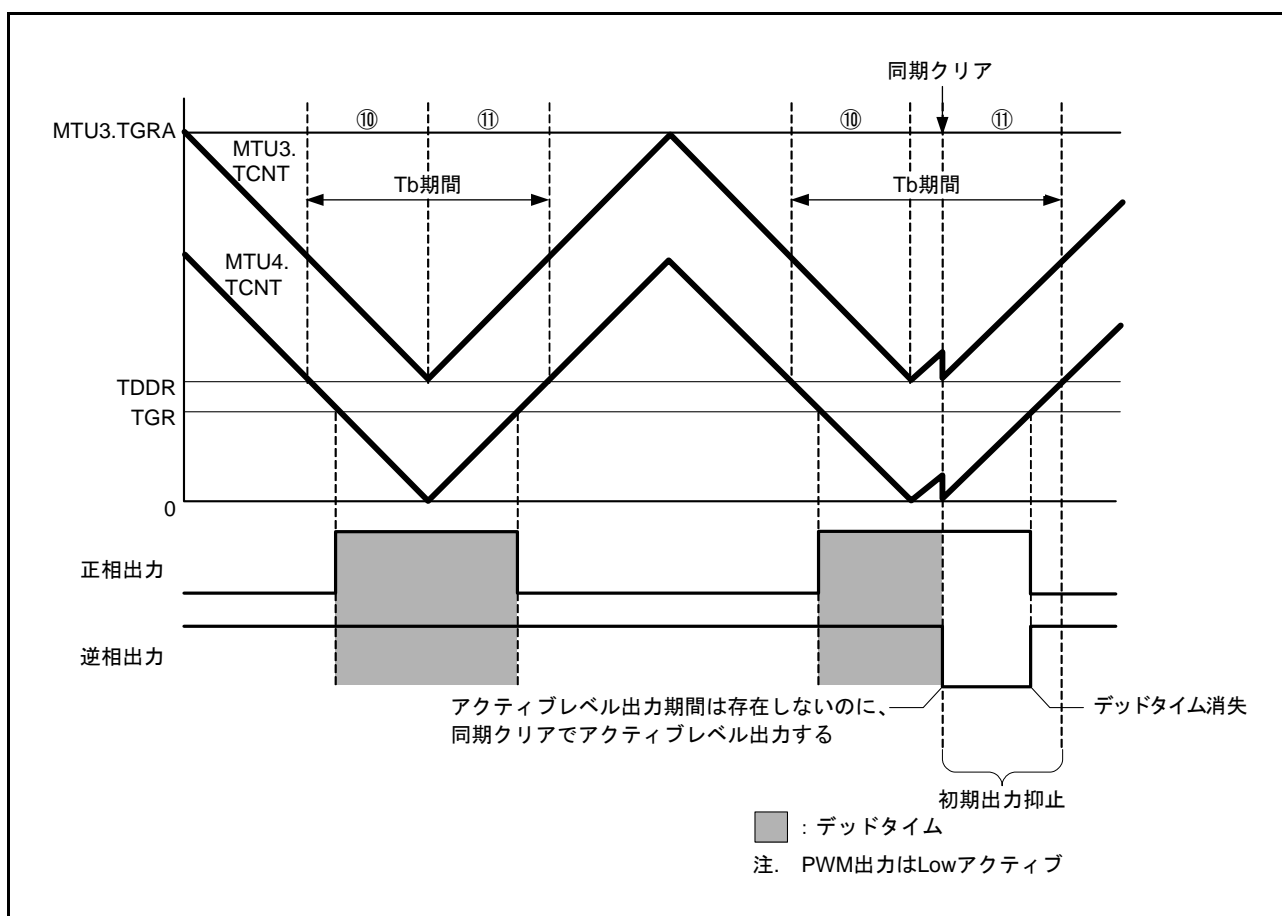

図 20.139 同期クリア例 (条件 2 の場合)
条件 2 初期出力の抑止期間⑩、⑪にて、 $MTU3.TGRB \leq TDDRA$ 、 $MTU4.TGRA \leq TDDRA$ 、 $MTU4.TGRB \leq TDDRA$ のいずれかが成立する状態で、同期クリアする (図 20.139 参照)